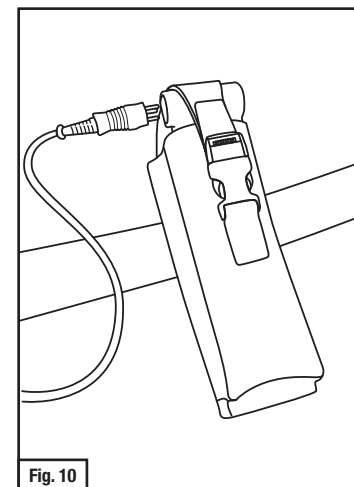

Fig. 10
- Conecte o cabo de alimentação GVP-610 ao adaptador TR-659 (Fig. 10). Ligue plugue no final do cabo de alimentação no lado de frente do motorizado GVP-100. Para alimentar o motorizado, mantenha o botão de energia no adaptador para baixo por 1/2 segundo. Quando ligado, o indicador luminoso do TR-659 deve piscar durante cerca de um segundo e em seguida, desligue.